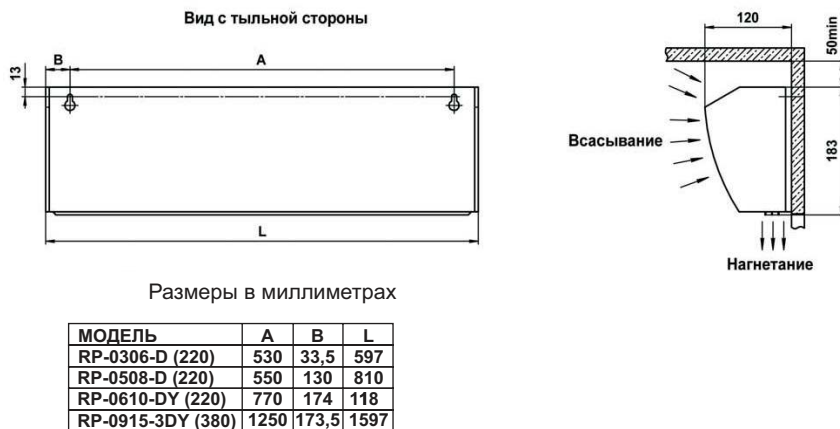

Рис. 3 Габаритные и установочные размеры
- установочные и габаритные размеры завес указаны на рис. 3 Приложения.